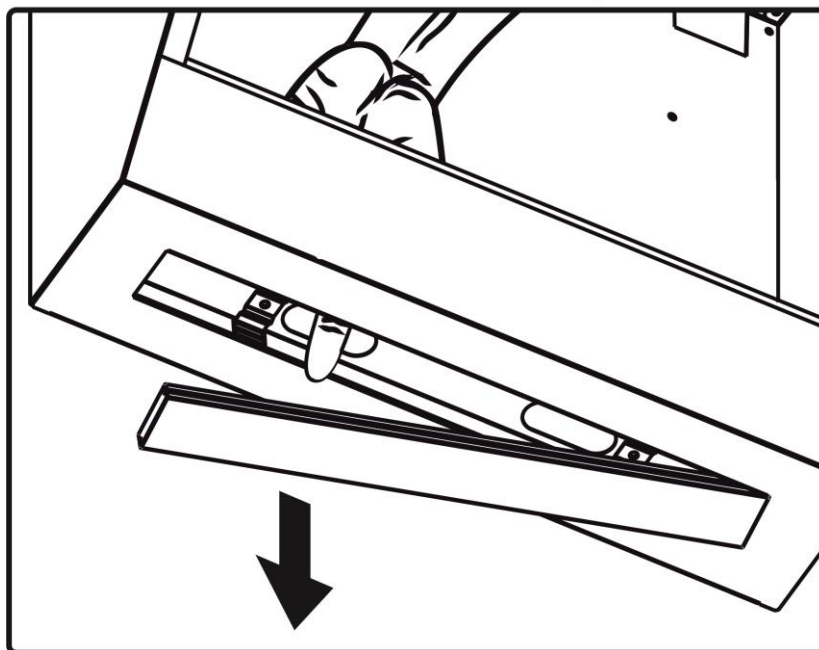

Рис. 8
8.9 На витяжці встановлено **LED** лампу підсвітки робочої зони плити. Перед початком заміни лампи освітлення необхідно відключити витяжку від електромережі, дати можливість охолонути. Для заміни лампи необхідно зняти фільтри, від'єднати конектор, надавити на лампу з лівої сторони і вийняти її (рис.8). Замість неї необхідно встановити нову з тими ж характеристиками і встановити фільтри.